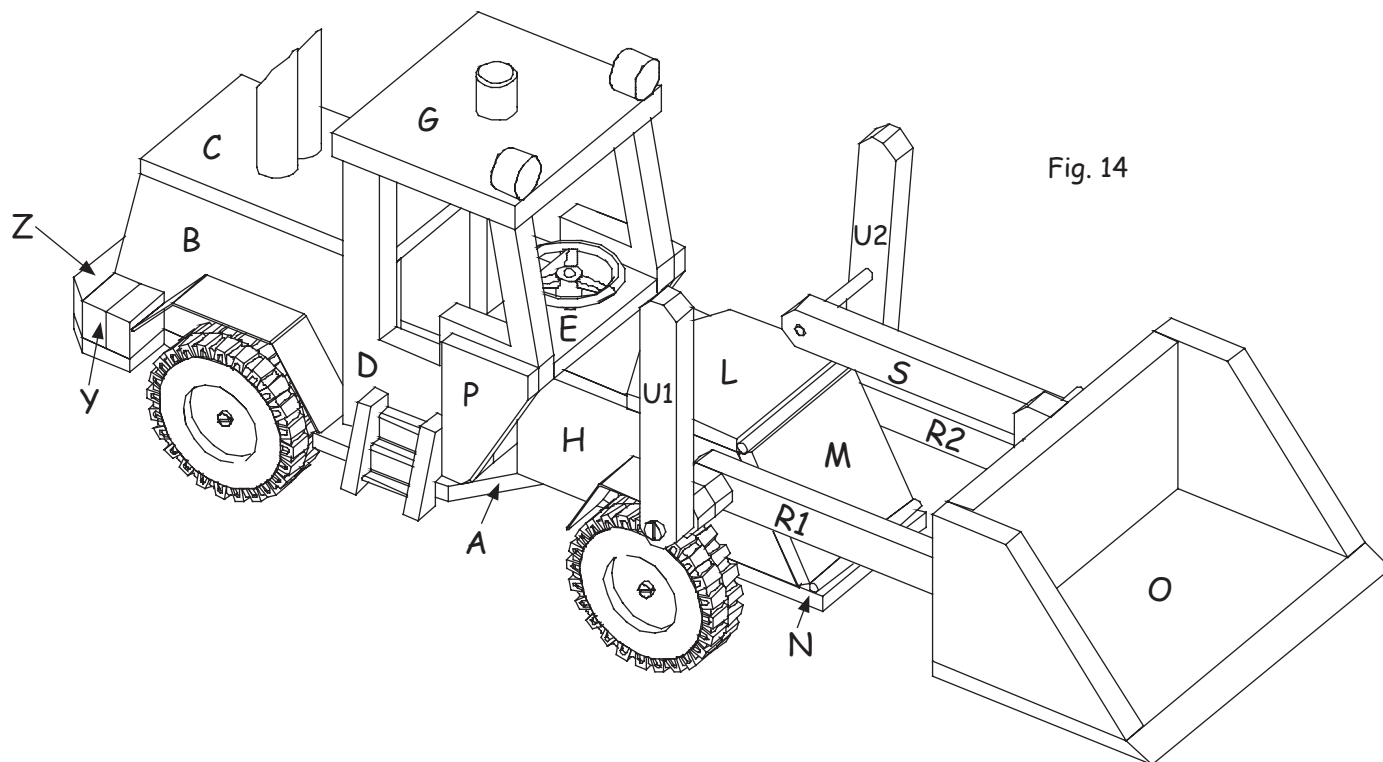

Fig. 14
12. LES ROUES, LES POTS D'ÉCHAPPEMENT ET LES PHARES (FIG. 14) :
Ponce les pièces avec du papier émeri et colle-les suivant la Fig. 14.